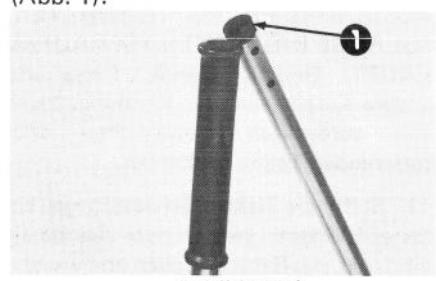

Abbildung 1
2. Gummitüle vom Inneren des oberen Griffholms entfernen und wegwerfen (Abb. 1).